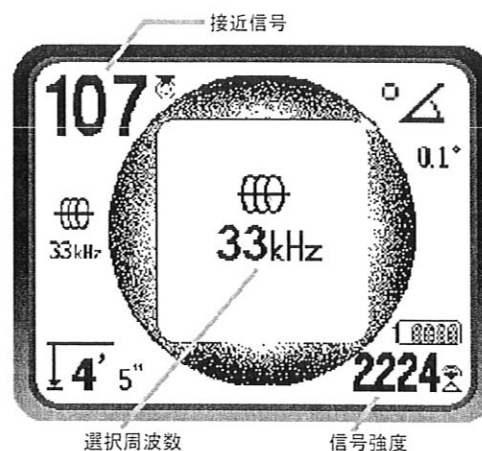

図 24 周波数ボタンで選択したライントレース用の周波数(新しい周波数が選択されると画面が短時間点滅します。)
2. 画面上の接近信号と信号強度に注意して本機が発信信号を受信していることを確認します。(図 24 を参照)。目標ラインの真上で信号強度が最大になりラインの両側に外れると信号強度が弱くなるはずです。本機がラインの真上にあるときの信号角度は 0°に近くなります。